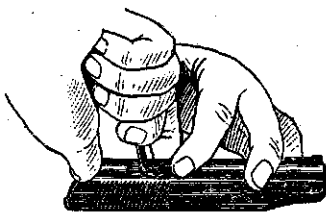

Рис. 19. Присоединение выбрасывателя к затвору
2) **Присоединить выбрасыватель к затвору** (рис. 19). Положить затвор на стол (скамей-